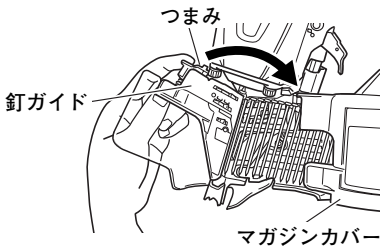

図 13
- マガジнкаバーが閉じられていることを確認した後、釘ガイドとつまみに指をかけ、つまみを下へ押しながら、釘ガイドを右に回して完全に閉じ、つまみをロックします。(図13)